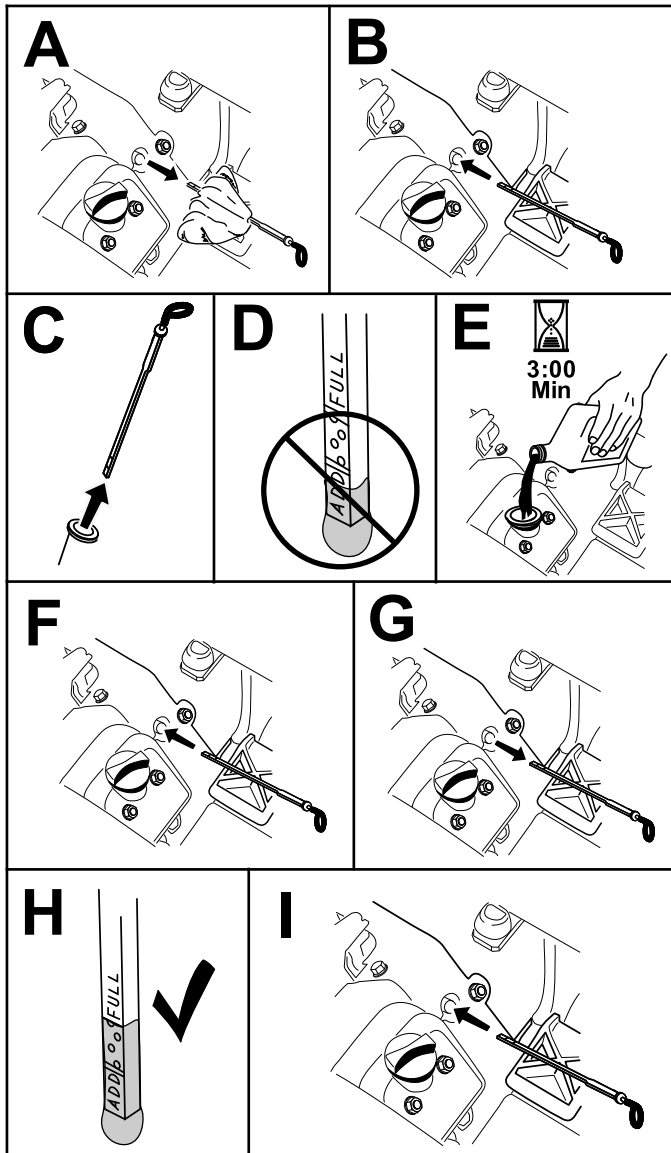

図 25
- ディップスティックを、チューブの根元までもう一度しっかりと差し込む。ディップスティックを抜いて油量を点検する。オイルの量不足している場合は、バルブカバーについている補給口のキャップを取り、所定のオイルをディップスティックの FULL マークまで補給する 図 25。